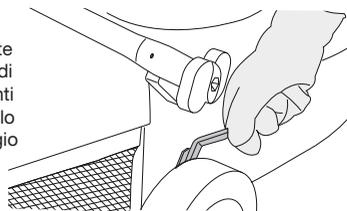

Figura 5
- regolare l'altezza di taglio spostando la leva e posizionandola al livello desiderato (Figura 5)